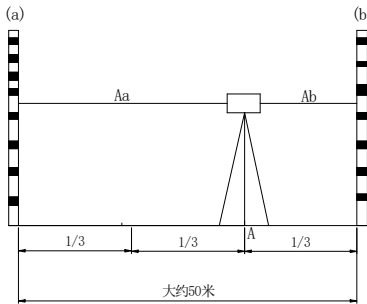

图1
1.如图 1 所示,将仪器安置三脚架上,并使脚架位于相距约 50 米的两根水准之间的 A 处,A、B 两点将两水准尺间的距离分成三个等分;